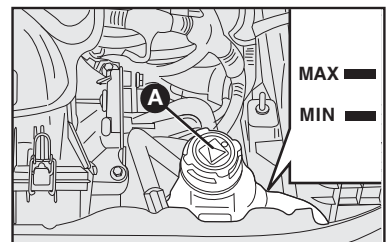

fig. 3
## LÍQUIDO DO SISTEMA DE ARREFECIMENTO DO MOTOR - fig. 3
**Quando o motor estiver muito quente, não remover a tampa A-fig. 3 do reservatório, pois há perigo de queimaduras.**